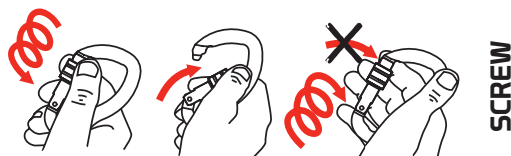

Fig.12
- la gâchette (E) soit propre et libre de pivoter dans la position de blocage de la corde,
- les mousquetons fonctionnent correctement (fig. 12 - 13), en particulier vérifier que :